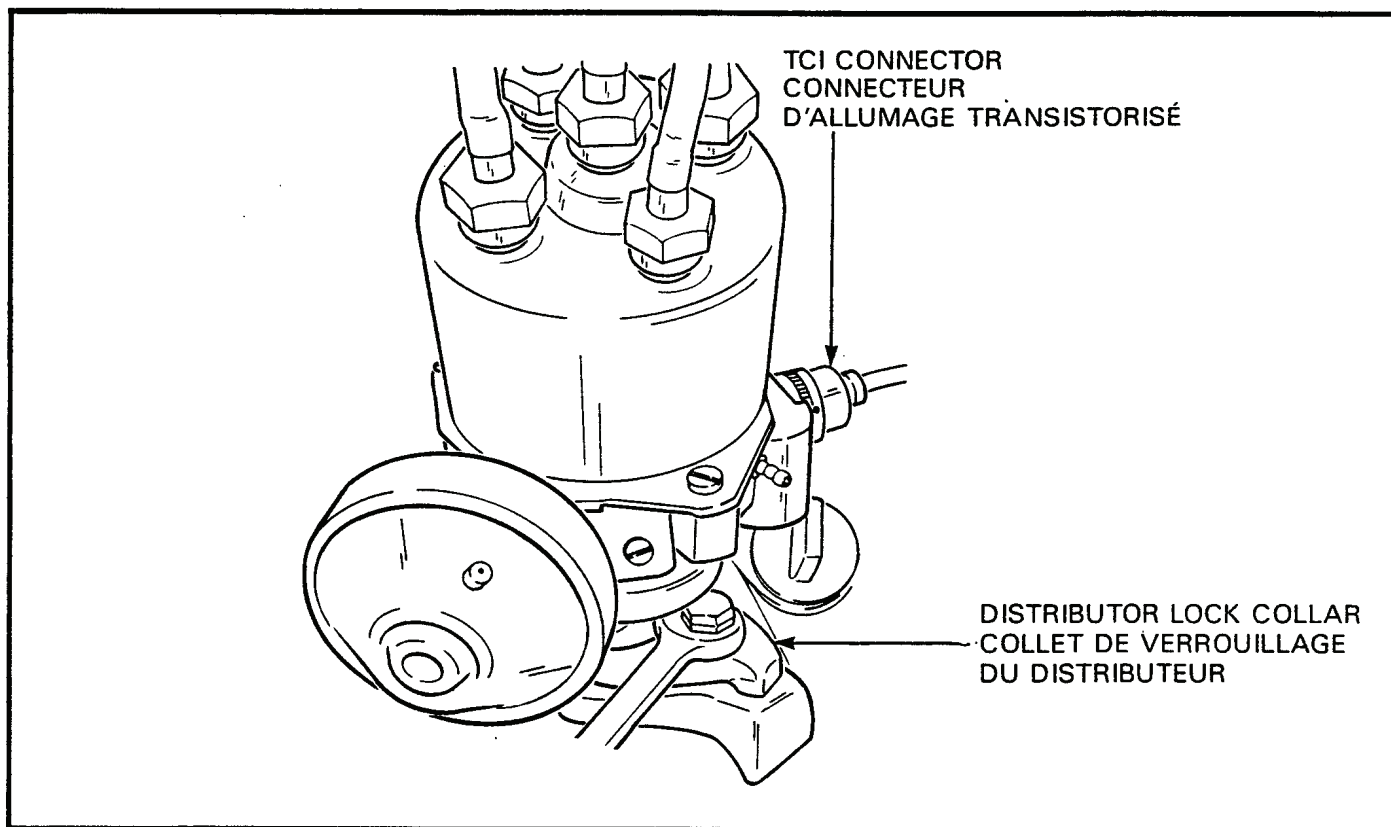

Figure 2-5-12 Distributor
- c. Disconnect the TCI connector at the base of the distributor cap, see Figure 2-5-12.
- c. Débrancher le câble du module d'allumage transistorisé à la base du chapeau de distributeur, voir figure 2-5-12.
- f. Remove the cap screw from the distributor lock collar, see Figure 2-5-12, and pull the collar from the distributor.
- f. Enlever le boulon du collet de verrouillage du distributeur, voir figure 2-5-12, et enlever le collet du distributeur.